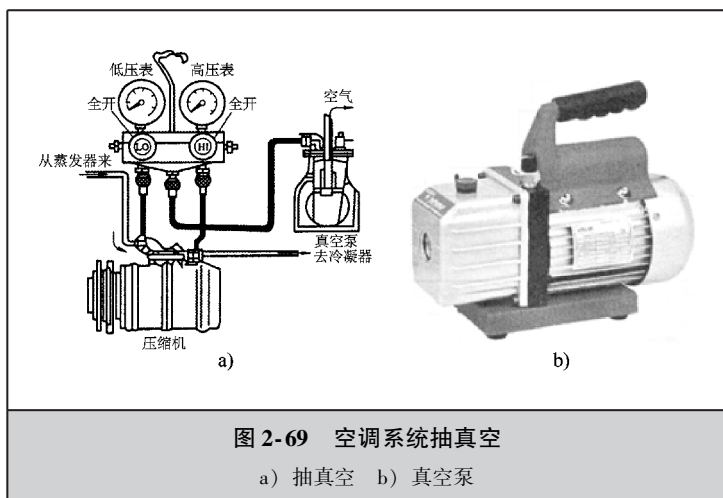

图 2-69 空调系统抽真空
(1) 抽真空操作步骤 抽真空是为了排除制冷系统内的空气和水分，它是空调维修中一项极为重要的程序。因为对空调系统进行维修或更换元件时，空气会进入系统，且空气中含有水蒸气，所以要对制冷系统抽真空。抽真空并不能把水分直接抽出制冷系统，而是产生真空后降低了水的沸点，水汽化成蒸汽被抽出制冷系统，所以抽真空时间越长，系统内残余水分就越少，如图 2-69 所示。真空泵流量必须大于 $18\text{L}/\text{min}$ 。